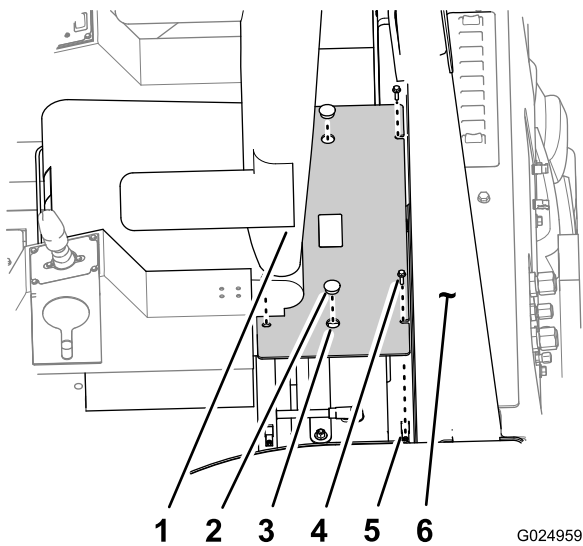

Рисунок 120
3. Снимите две крышки с захватами с отверстий в крышке аккумуляторной батареи (Рисунок 120).
4. Выверните 4 болта с фланцевыми головками (5/16 x 1 дюйм), которые крепят крышку аккумулятора к платформе конструкции защиты оператора при опрокидывании машины (ROPS) (Рисунок 120).
5. Используя захваты, поднимите крышку аккумулятора вверх, чтобы снять ее с платформы ROPS (Рисунок 120).
4. Совместите отверстия в крышке аккумулятора с гайками с зажимами в монтажном фланце крышки (Рисунок 120).